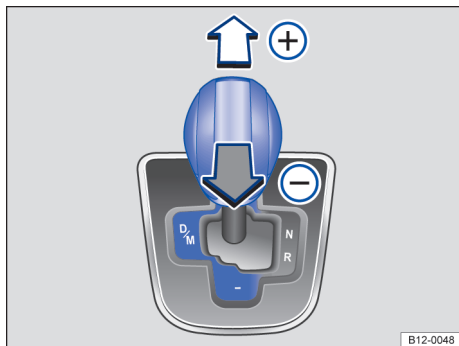

Fig. 83 Alavanca seletora na posição Tiptronic.
- Mover a alavanca seletora para frente (+) ou para trás (-) para aumentar ou reduzir a marcha → Fig. 83.